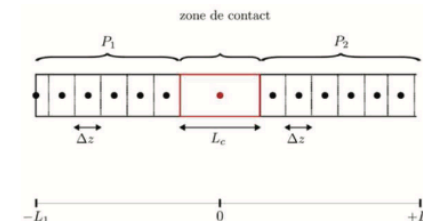

Figure 5 – Discretisation spatiale de la caténaire autour de la zone de contact
À l'arrêt, la caténaire est parcourue par un courant continu d'intensité $I = 60$ A, réparti uniformément. On prend comme système au sein de la zone P_1 un cylindre plein en cuivre, de rayon R , compris entre z et $z + \Delta z$ étudié entre t et $t + \Delta t$ (**figure 5**). La relation de Newton (1) définie précédemment s'applique.